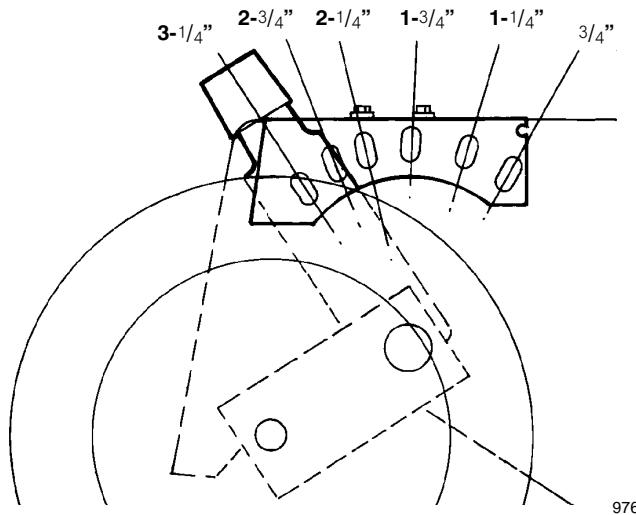

Figure 9
- La hierba crece a diferente velocidad dependiendo de la época del año. En el calor del verano es mejor, generalmente, cortar la hierba en las graduaciones de altura de $1\frac{3}{4}$ ", $2\frac{1}{4}$ " o $2\frac{3}{4}$ " (Fig. 9). Debe cortarse sólo un tercio de la altura de la hoja de hierba. No se recomienda cortar a una graduación inferior a $1\frac{3}{4}$ " a menos que la hierba sea muy rala o a fines del otoño cuando el crecimiento de la hierba comienza a ser lento.
La altura de corte se puede ajustar desde aproximadamente 19 mm hasta 83 mm (3/4 a 3-1/4 pulgadas), en incrementos de 12,7 mm (1/2 pulgada) (Fig. 9). Mueva el ajuste hacia adelante para aumentar la altura de corte.